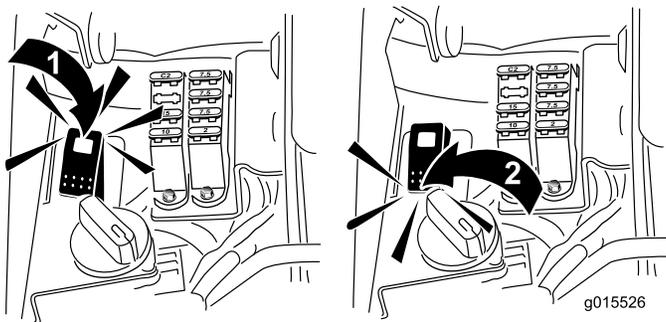

Bild 59
5. Drehen Sie den Läppenschalter auf R (Rückwärtsstellung) (Bild 59).